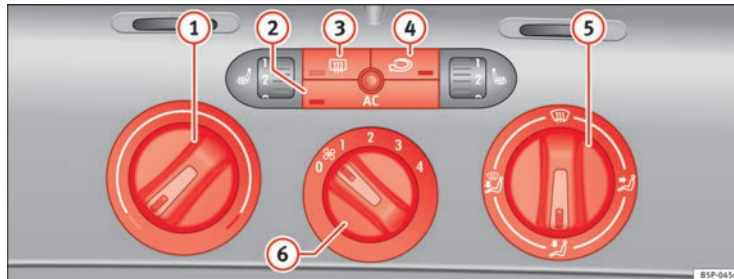

Abb. 126 In der Instrumententafel: Bedienelemente der Climatic
- Drehen Sie den Temperaturregler ⇒ Abb. 126 ① nach rechts, bis die gewünschte Heizleistung erreicht ist.